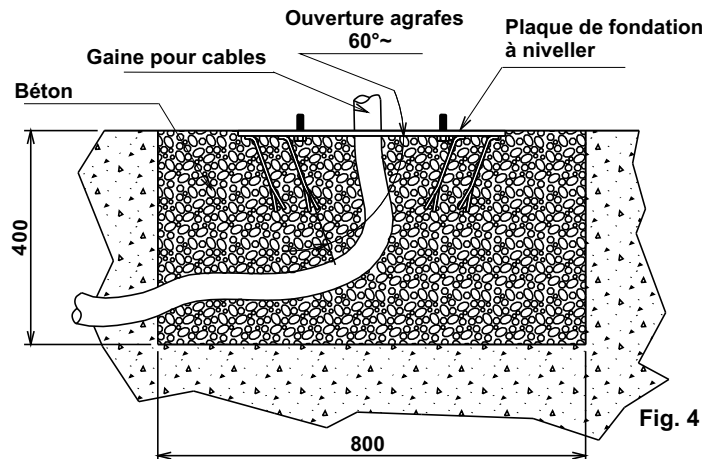

Fig. 4
- Elargir les agrafes de la plaque de fondation à 60° (Fig. 4).
- Remplir la tranchée avec béton R425 et positionner la plaque de fondation comme dans Fig. 4 .